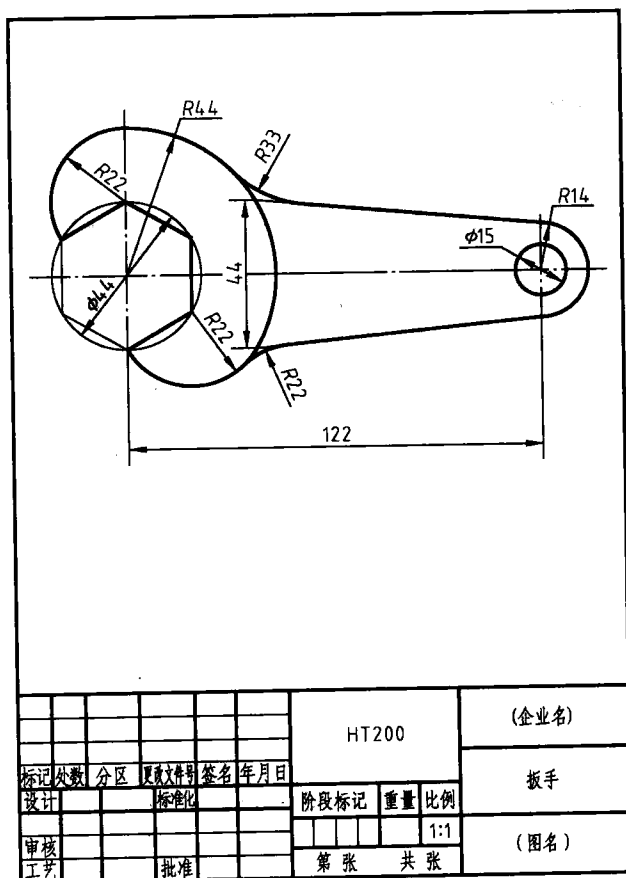

图 1-1 扳手零件平面图
绘制如图 1-1 所示的扳手零件平面图。
(2) 使用 Limits 命令将绘图界限设为  $297 \times 210$ 。
(3) 使用视窗缩放工具栏中的  图标 (“缩放”→“全部”) 显示全图, 即将绘图界限全部显示出来。
(4) 使用 Line 或 Rectang 命令, 按照国家标准要求分别在相应的图层绘制 A4 图纸的外框线和内框线 (图 1-1)。